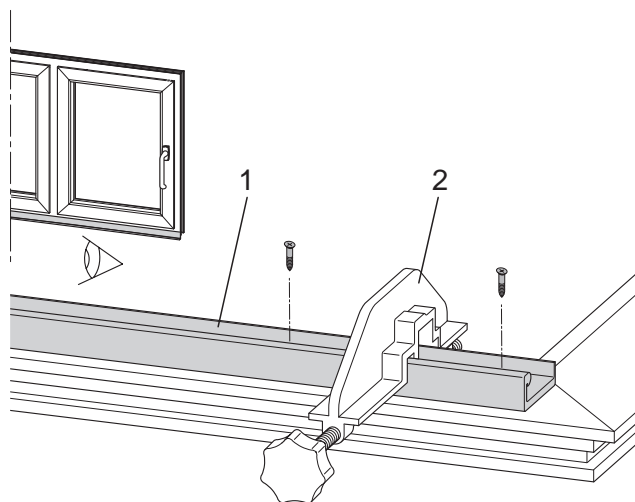

Bild 4: Anschlaghilfe für Laufschiene
1. Laufschiene (1) positionieren - Siehe Bild 4/5:
Siehe Bild 4: